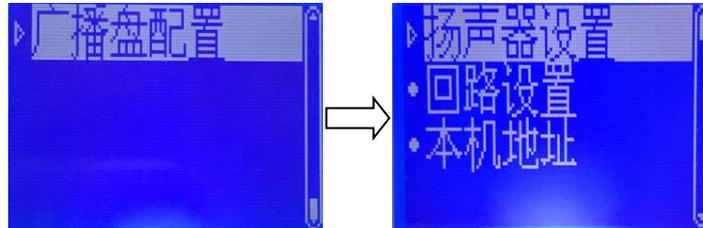

图5-20
**广播盘配置是建立广播分区与控制模块对应关系和设定扬声器故障报警阈值所必须的步骤，在系统安装接线完毕，必须进行广播盘配置，**在“系统设置”界面，按“↑”“↓”键选择“广播盘配置”，然后按“确认”键进入如图5-20所示的配置界面。